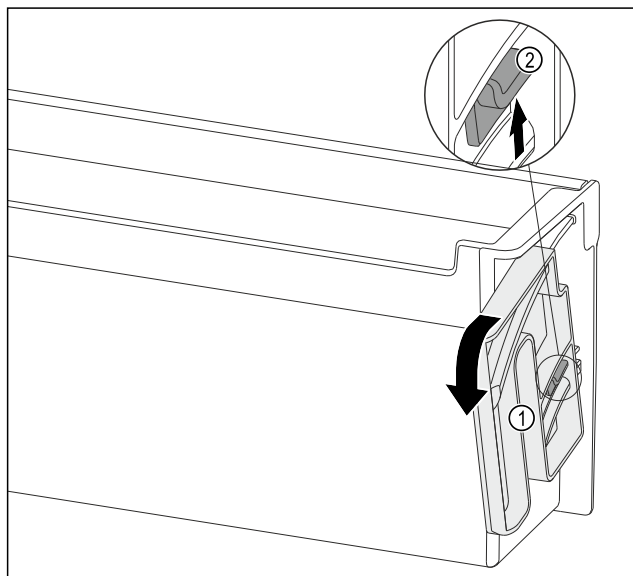

Fig. 143
- Ruotare l'unità di rotazione Fig. 143 (1) nella direzione indicata fino all'arresto.
- Premere la linguetta Fig. 143 (2) verso l'alto e rimuovere l'unità di rotazione Fig. 143 (1).